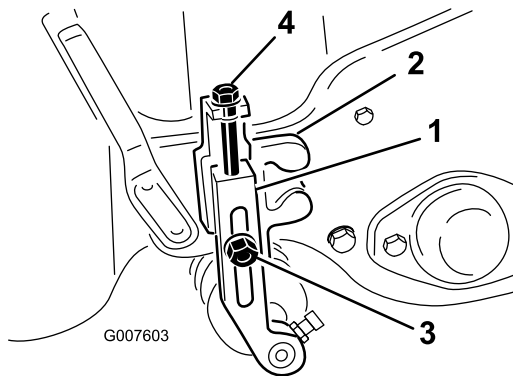

Bild 47
2. Lösen Sie die Sicherungsmuttern, die die Schnitthöhen-einstellarme zur Schnitthöhen-einstellhalterungen festlegen (Bild 47).